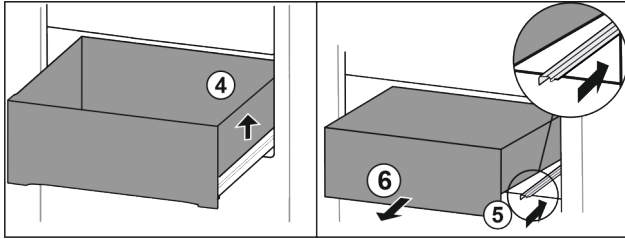

Fig. 160
- Soulever le tiroir sur la droite. *Fig. 160 (4)*
- Rentrer le rail de droite. *Fig. 160 (5)*
- Retirer le tiroir par l'avant. *Fig. 160 (6)*